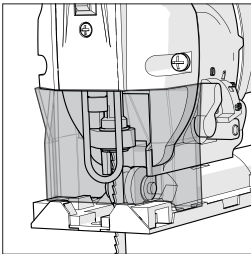

Afb. 8
- Draai de inbusbout los waarmee de voetplaat aan de machine vastzit. **(Afb. 8)**
- Plaats de kunststof zoolplaat terug en zorg daarbij dat alle zes (6) borgnokjes aan de voorkant van de voetplaat en 2 aan elke kant correct zitten.